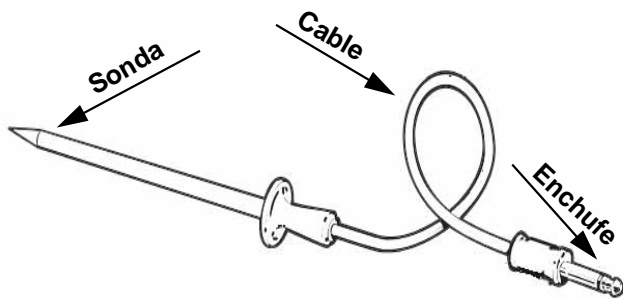

Figura 27: Meat Probe
2. Conecte el extremo del enchufe en el enchufe de la hornilla (vea la Figura 27).